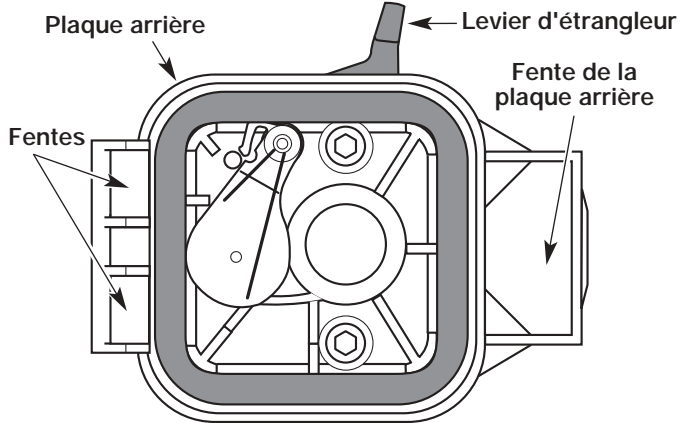

Fig. 36
6. Remplacez le filtre (Fig. 36).
7. Réinstallez le couvercle du filtre à air Placez les crochets à gauche du filtre à air dans les fentes à gauche de la plaque arrière (Fig. 36).
8. Pivotez le couvercle vers la droite jusqu'à ce que la languette du couvercle du filtre s'enfonce d'un déclic dans la plaque arrière (Fig. 36).